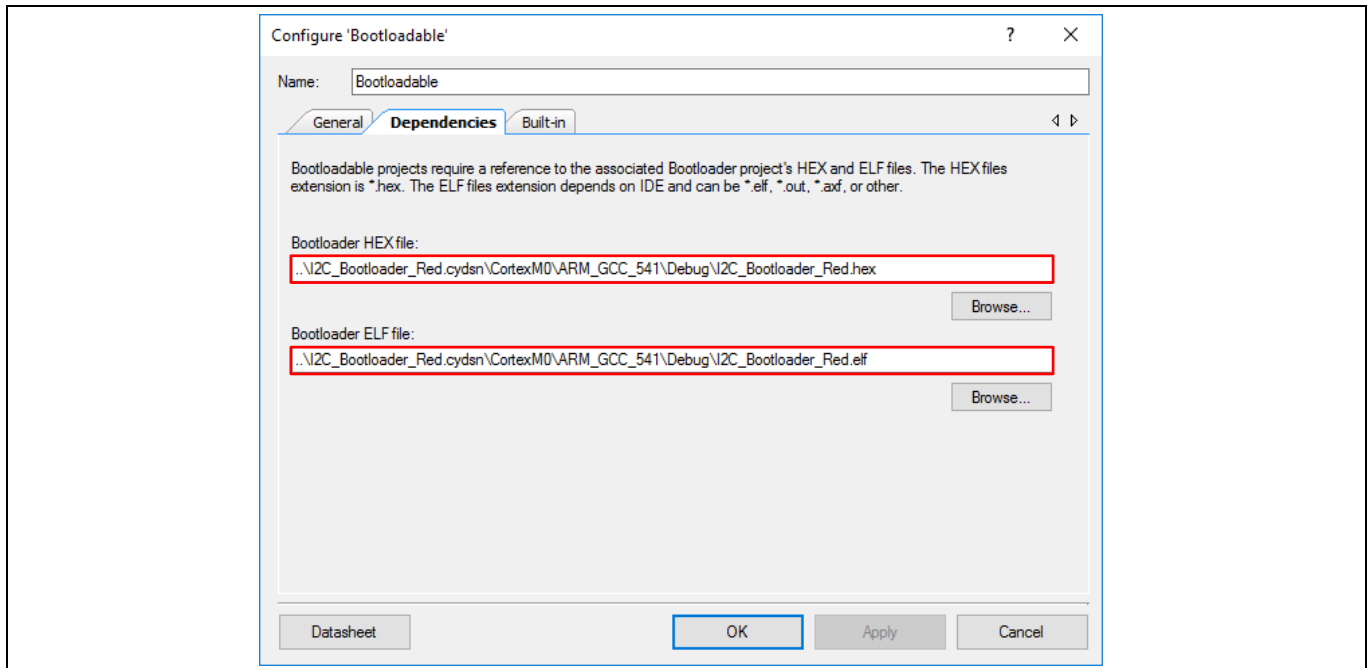

Figure 11 ブートローダブル コンポーネントの設定
ブートローダブルプロジェクトは常にブートローダプロジェクトの.hexファイルにリンクします。プロジェクトをリンクするためには、**Dependencies** タブに移動して、Figure 11に示すように、ブートローダブルをI2C_Bootloader_Red.hexファイルにリンクします。ブートローダブルコンポーネント設定の詳細については、**Bootloadable Component datasheet**を参照してください。
- 13 ページの **Figure 11** に示すように、ブートローダブル コンポーネントをブートローダ プロジェクトにリンクします。